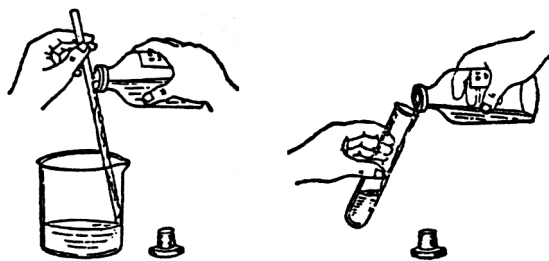

图 1-5 倾注法倒出液体
(2) 取用细口瓶中的液体试剂时, 可先将瓶塞倒置在桌面上, 手握试剂瓶上贴有标签的一面, 如两面均贴有标签则手握空白的一面, 逐渐倾斜瓶子, 使瓶口紧靠承接容器的边缘或沿着洁净的玻璃棒将液体慢慢倒入容器中 (图 1-5)。